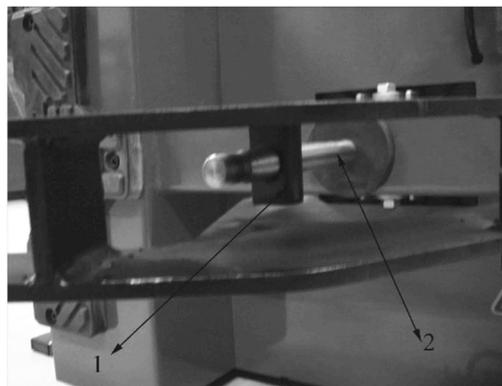

図10
3.2.5 ビードブレイキングアームシャフトを本体のビードブレイキングサポート板(図9-1)に位置を合わせて置き、ビードブレイキングボルトとナット(図8-4)で固定して下さい。ピストンロッド(図10-2)をビードブレイキングスライドブッシング(図10-1)の穴へ挿入して下さい。スライドブッシングの表面は外側でなければなりません。(図10) 取り外したナット(図8-1)をピストンロッドの前面部に取り付けナットを組み込んで下さい。ビードブレイキング刃の端からビードブレイキングゴムまでの距離は **30~40mm** です。(図11)。スプリングを掛けて下さい。(図9-3)。